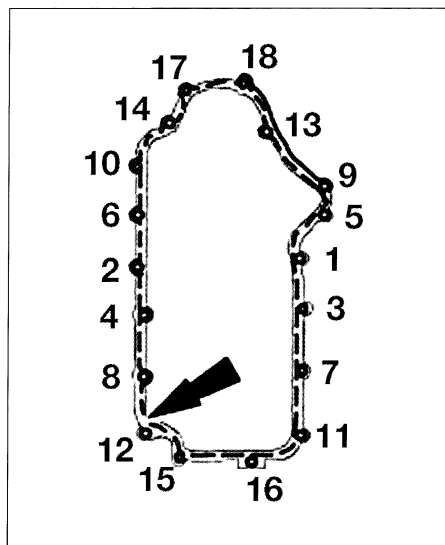

FIG. 51
• Untar con pasta de estanqueidad el plano de junta del cárter intermedio (cordón de 2,5 mm de diámetro) y colocar el cárter inferior en 10 minutos, respetando el orden de apriete prescrito (fig. 51).